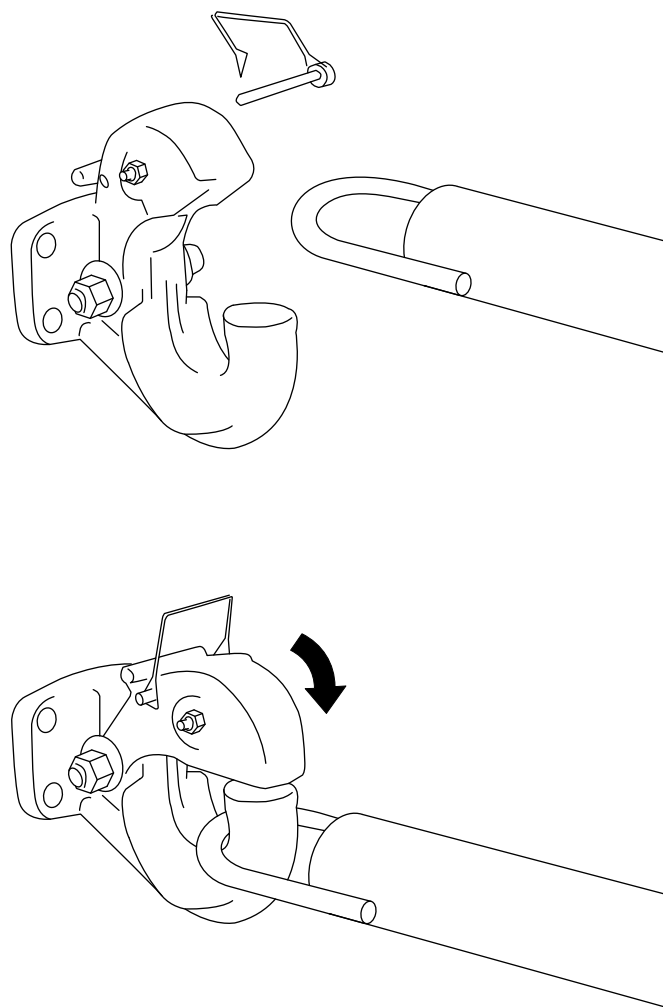

Figura 19
- Retire el pasador del gancho de arrastre y abra el gancho (Figura 19).
- Coloque la argolla de la barra de tracción sobre el gancho de arrastre (Figura 19).
- Cierre el segmento superior del gancho de arrastre y sujételo con el pasador (Figura 19).